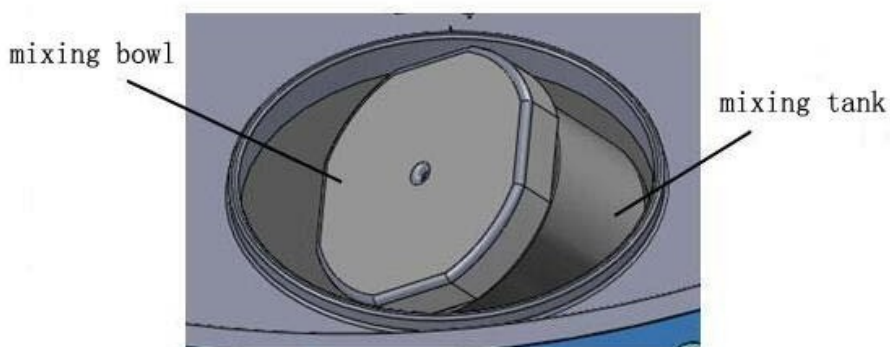

図3。
4、ミキシングボウルの蓋をしっかりと締め、ミキシングボウルをミキシングタンクに入れます（図3参照）。その後、ミキシングボウルを左右に回して、所定の位置に正しく収まっていることを確認してください。